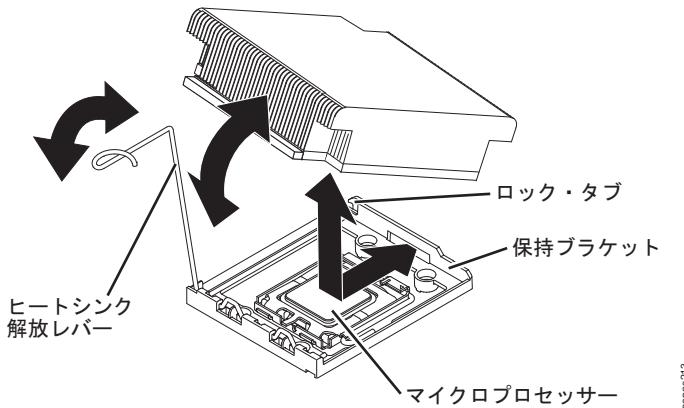

図 46. マイクロプロセッサーの上でのヒートシンクの位置合わせ
16. 热伝導グリースが付いた面を下にして、ヒートシンクをマイクロプロセッサー上で位置合わせします。図 46 を参照してください。